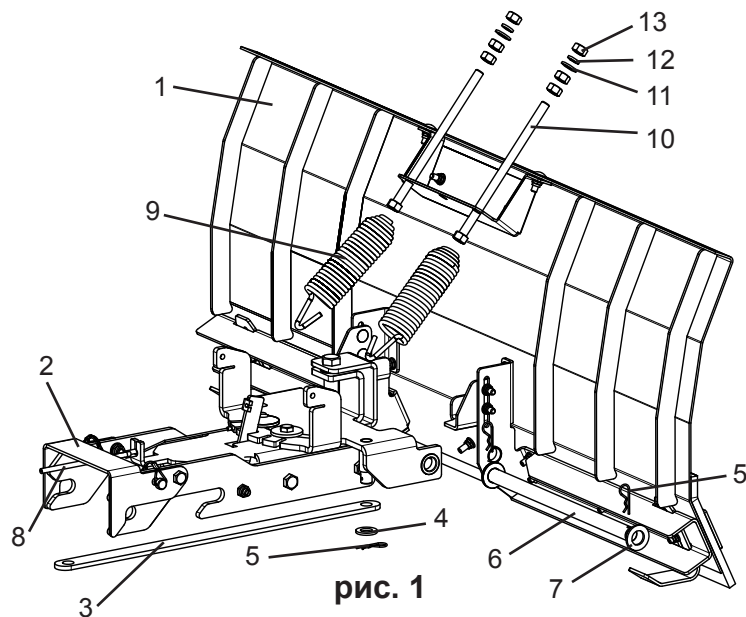

рис. 1
Общая компоновка лопаты представлена на рис. 1. Лопата состоит из отвала поз. 1, прицепного устройства поз. 2. Регулировка поворота ножа осуществляется при помощи тяги поз. 3. Фиксация угла производится при помощи троса поз. 8. Угол атаки лопаты регулируется при помощи болтов М12х220 поз. 10.
- 5.1.2 Извлеките Ось поз. 6 из прицепного устройства поз. 2 (рис. 1).
- 5.2.2 Установите трос поз. 8 (рис. 1) на рычаг поз. 1 (рис. 3) протяните под трактором и закрепите на ограничителе прицепного устройства поз. 2.